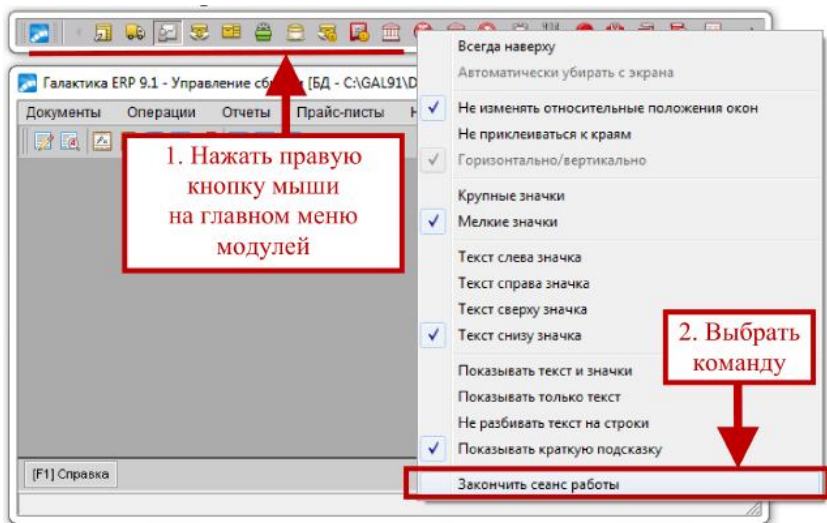

Рисунок 8 – Пример корректного завершения работы программного продукта «Галактика ERP 9.1 - BELARUS» с использованием главного меню модулей
- нажать правой кнопкой мыши на главном меню модулей и выбрать команду «Закончить сеанс работы» (рисунок 8);